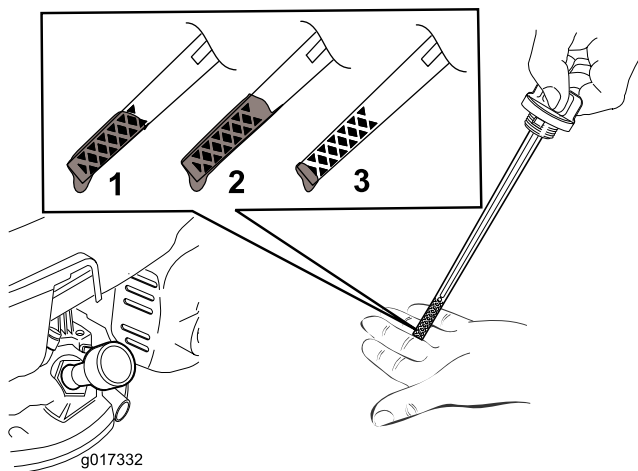

Figura 38
3. Verificați nivelul de ulei indicat pe jojă (Figura 38).